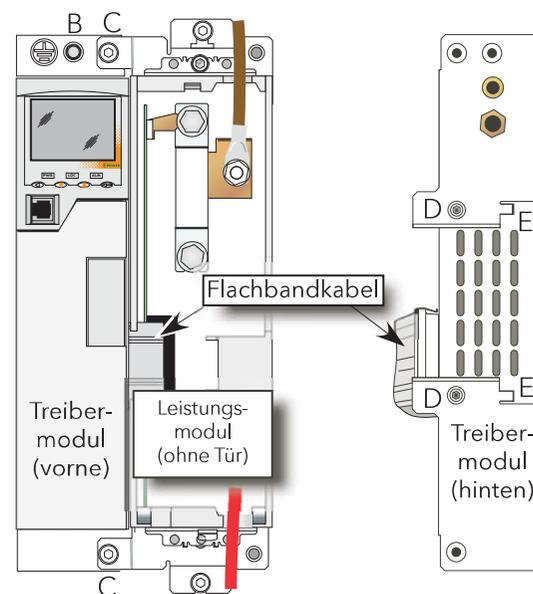

Abbildung 2.2 Ausbau des Treibermoduls
2. Entfernen Sie zuletzt die Verbindung der Schutzterde (B in Abbildung 2.2).